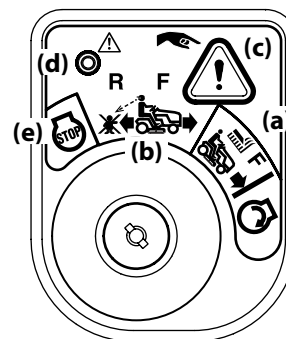

Figura 3-9
2. Gire la llave de la posición CORTE NORMAL (a) a la posición MODO MARCHA ATRÁS CON PRECAUCIÓN (b) del módulo de encendido. Consulte Figura 3-9.
3. Oprima el PULSADOR DE MARCHA ATRÁS (c) en el ángulo superior derecho del módulo de encendido. La luz indicadora roja (d) que está en el ángulo superior izquierdo del módulo de encendido se mantendrá ENCENDIDA mientras está activada. Consulte Figura 3-9.